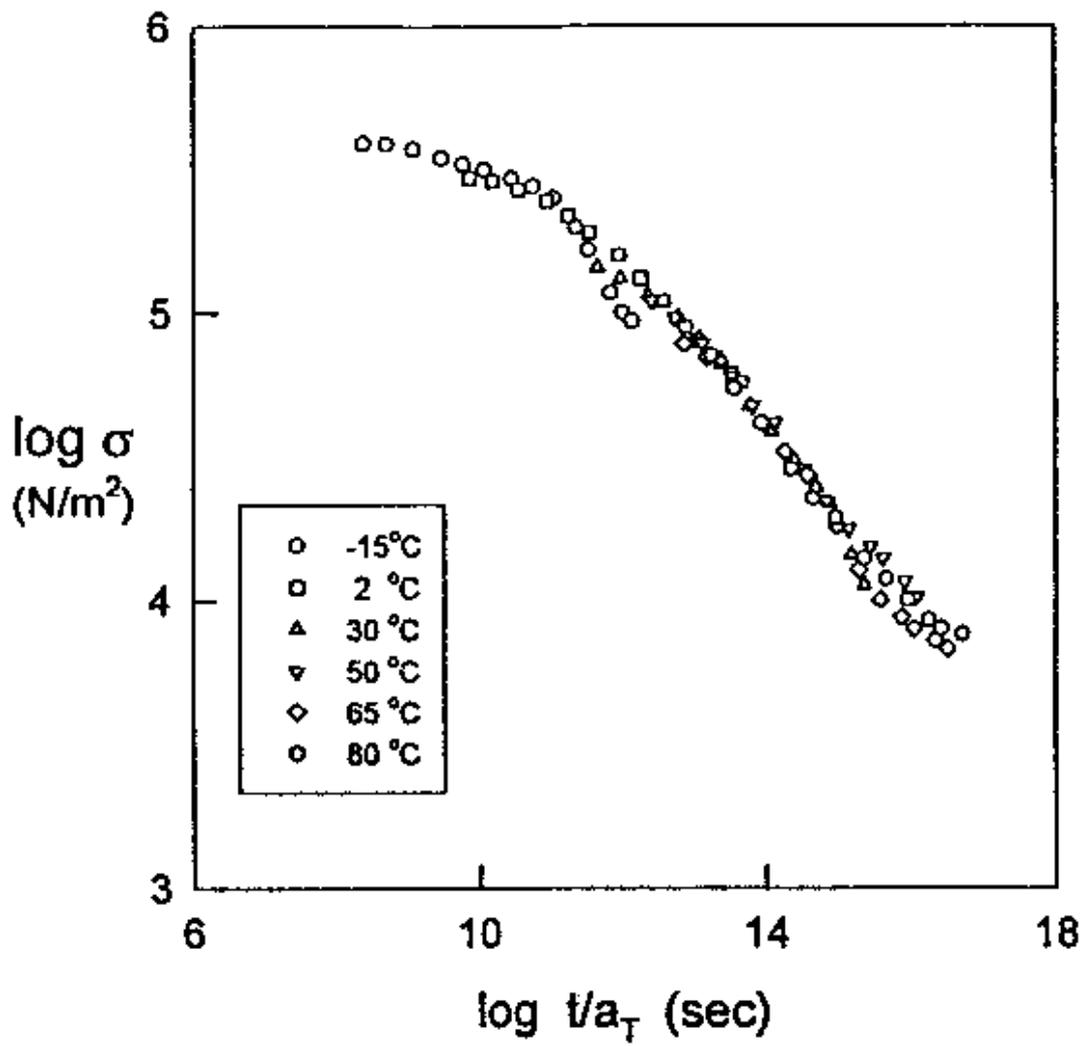

Figura 3: Curva mestre de uma borrcha natural com massa molecular de 60000 g mol^{-1} .
- 4 . A Figura 3 mostra a curva mestre para um ensaio de relaxação de tensão em uma borracha natural da Malásia com massa molecular $M_w = 60000 \text{ g mol}^{-1}$, obtida por S. Kaang⁴. Os ensaios originais consistiram em afixar uma tira da borracha de 40 mm de comprimento a uma máquina universal de ensaios, sendo esta, a seguir, estirada a 100% de deformação em temperaturas variando entre -15 e 80 °C . O gráfico apresenta a tensão medida em função do tempo, corrigido pelo fator de deslocamento de Williams-Landel-Ferry (assumindo-se $T_g = -65^\circ\text{C}$). Com base neste resultado calcule a tensão efetivamente medida na tira estirada à temperatura T °C após t segundos (T e t são determinados por um critério descrito abaixo). (vale 2,5 pontos) Dado: